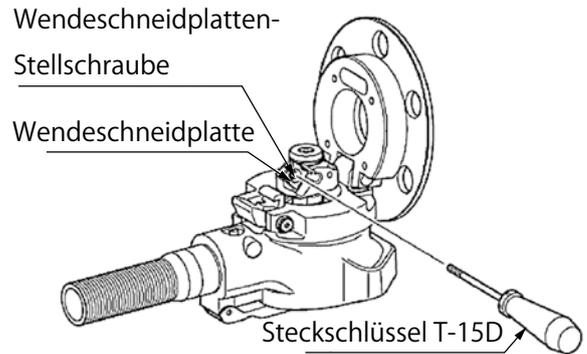

Abb. 7
- b. Lösen Sie die Wendeschneidplatten-Stellschraube mit dem Zubehör-Steckschlüssel T-15D, und entfernen Sie die Wendeschneidplatte. (Abb. 7)